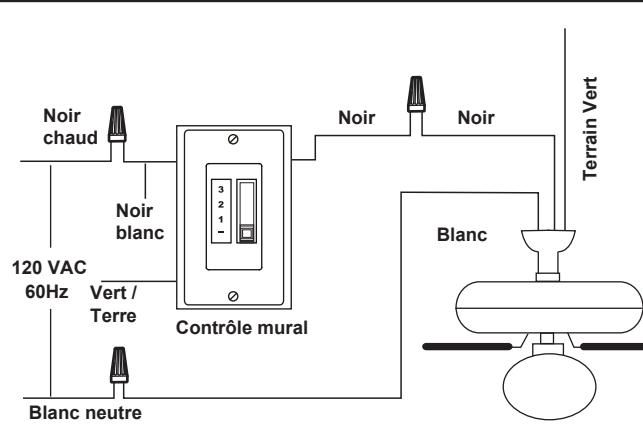

Fig. 2
2. Effectuez les connexions de fils (Figure 2) et fixez-les avec les serre-fils fournis.